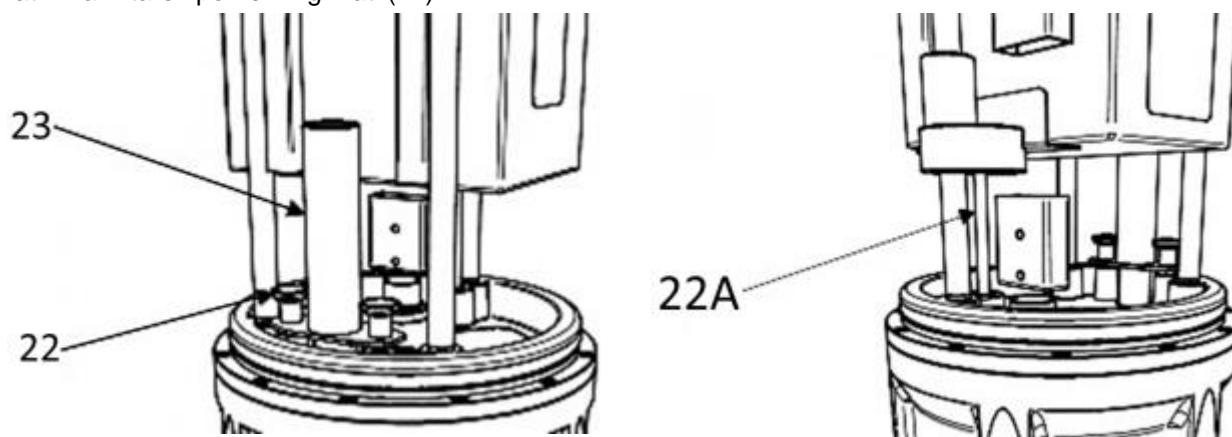

Fig.4 - Inserimento della zavorra
Per inserire la zavorra mare (23 - Fig. 4): aprire lo Scooter (si vedano istruzioni nel paragrafo "Apertura del vano batteria"), svitare i pomelli zigrinati (22) ed inserire la zavorra (23) nel foro dedicato che si trova tra i due pomelli zigrinati. Riavvitare i pomelli zigrinati (22).